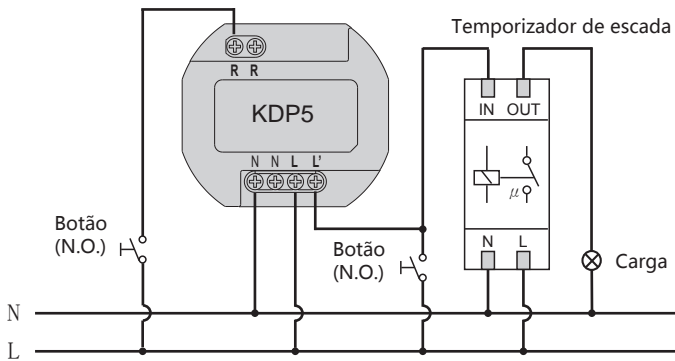
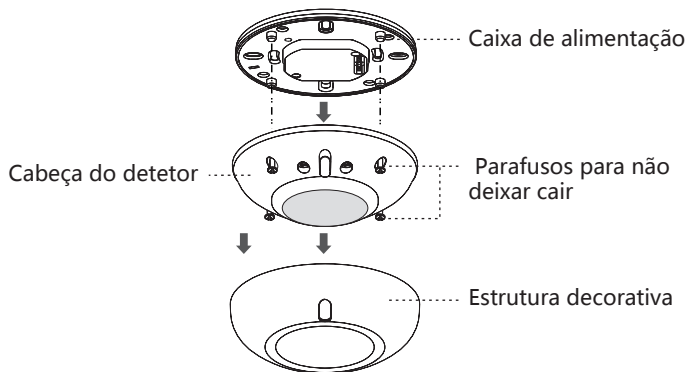
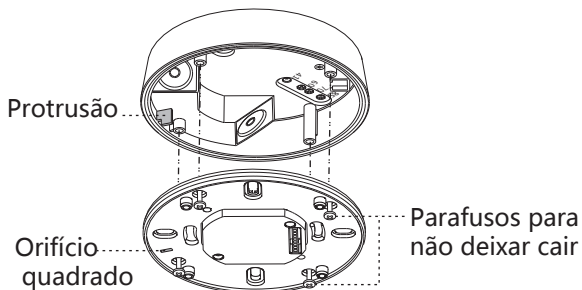

FIG.8
FIG.9
FIG.19
Controlo do interruptor temporizador de escada (a hora deve ser definida para \square_{1s} , ver FIG. 8)
- Tire a moldura decorativa de KDP5 e, em seguida, retire a cabeça do detetor da caixa de alimentação ao desaparafusar as 4 unidades de parafusos para não deixar cair (ver FIG. 9).
- Fixe a cabeça do detetor na caixa de alimentação através da inserção dos seus quatroparafusos para não cairnos orifícios correspondentes e, em seguida, cubra a estrutura decorativa (Consulte a FIG. 9).
- Consulte a ilustração da FIG. 5 - FIG. 8 para a cablagem correta e, em seguida, aparafuse o KDP3/5 firmemente.
- Consulte os diagramas de cablagem para a ligação de cablagem correta (Consulte a FIG. 5 - FIG. 8). Existe um orifício quadrado na placa de fixação. Quando colocar a placa de fixação na caixa de junção, instale a parte cilíndrica na protrusão da caixa de junção (Consulte a FIG. 19) e, em seguida, corrija a cabeça do detetor na caixa de alimentação seguinte FIG. 9 e monte com as 4 unidades de parafusos para não deixar cair anexados.